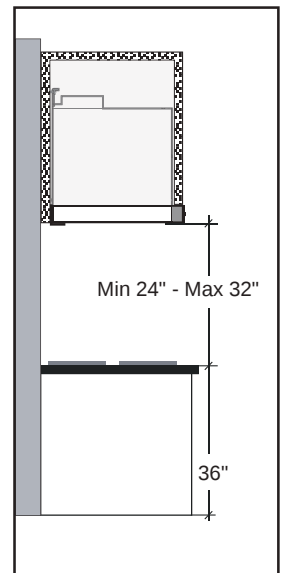
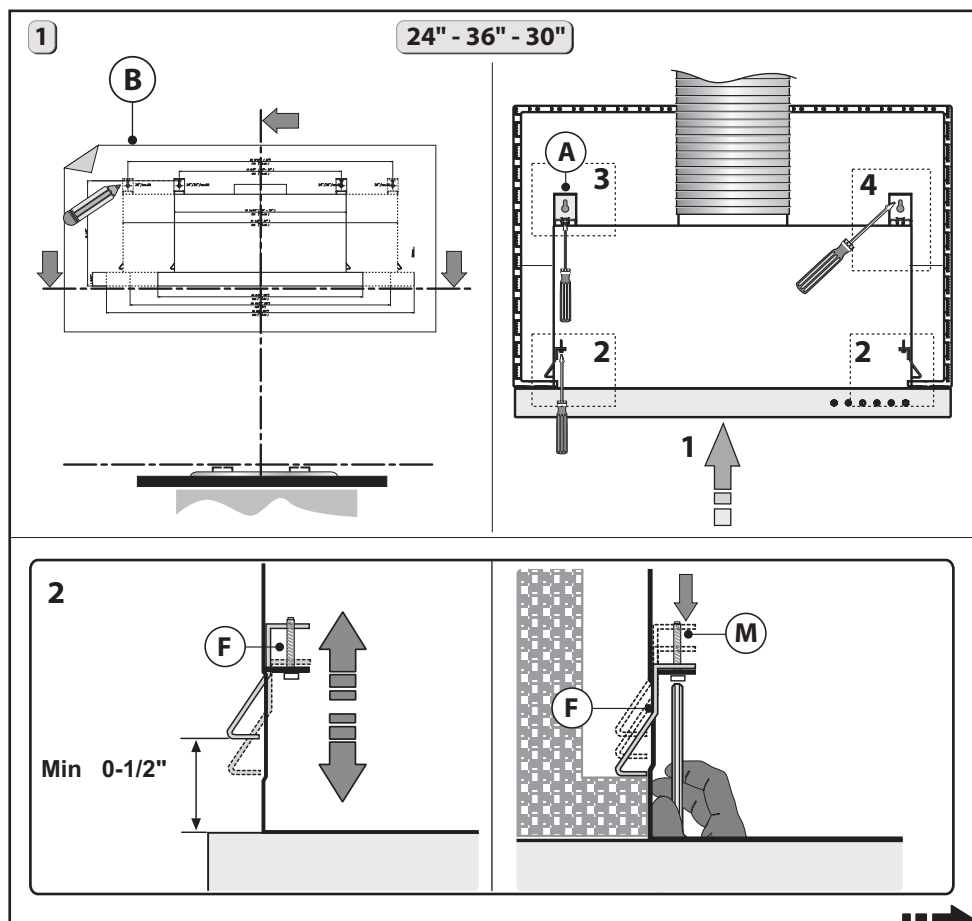

Fig.1
Fig.4
1 - Retire la clavija Y del soporte A. (La clavija Y puede desecharse). A continuación, coloque la pieza X en la ranura del soporte A, como se indica en la Fig. 4, etapa 3. Haga coincidir los tornillos C con la arandela L y fije el soporte A al armario como se indica en la Fig. 4, etapa 3.1. No apriete completamente los tornillos C para permitir que el soporte se deslice hacia adelante y hacia atrás. Coloque la plantilla B sobre el armario, teniendo en cuenta las medidas indicadas en las Figs 1 y 2 y la distancia mínima desde la superficie de cocción. Marque las referencias para fijar los soportes A al armario, como se indica en la Fig. 4.
2 - Asegúrese de que el grosor del armario está dentro de los parámetros indicados en la Fig. 4, etapa 2.
la campana al armario con el destornillador y los tornillos M correspondientes y apriételos hasta que la campana quede firmemente apoyada contra el armario (Fig. 4, etapa 2).
4 - Retire la clavija Y del soporte A. (La clavija Y puede desecharse). A continuación, coloque la pieza X en la ranura del soporte A, como se indica en la Fig. 4, etapa 3.
Después de cualquier ajuste para asegurar que el soporte toca el armario, apriete el soporte al cuerpo (Fig. 4, etapa 3.3).
Fije el tornillo D al armario como se indica en la Fig. 4, etapa 4.
Una vez que haya fijado la campana al armario, ajuste el espaciador L con los tornillos P para que el aparato quede alineado con la parte posterior del armario (Fig. 4, etapa 5).
3 - Asegúrese de que el grosor del armario está dentro de los parámetros indicados en la Fig. 4, etapa 2.
4 - Instale la campana en el armario y asegúrese de que los 2 muelles laterales F están conectados correctamente. Fije la campana al armario con el destornillador y los tornillos M correspondientes y apriételos hasta que el dispositivo quede firmemente apoyado contra el armario (Fig. 4, etapa 2).
5 - Fije la campana al estante de soporte superior como se indica en la Fig. 5, etapa 6. - Una vez que haya fijado la campana al armario, ajuste el espaciador L con los tornillos P para llenar el hueco entre la campana y la pared posterior. (Fig. 4, etapa 5).
Este modelo incluye la instalación lateral en el armario utilizando 2 soportes B (Fig. 6 además de las etapas 3 y 4, indicadas en la Fig. 4).
1 - Coloque la plantilla B sobre el armario teniendo en cuenta las medidas indicadas en las Figs 1 y 2 y la distancia mínima desde la superficie de cocción.- Marque las referencias para fijar los soportes A al armario , como se indica en la Fig. 6.
4 - Retire la clavija Y del soporte A. (La clavija puede desecharse). A continuación, coloque la pieza X en la ranura del soporte A, como se indica en la Fig. 4, etapa 3.
- Haga coincidir los tornillos C con la arandela L y fije el soporte A al armario como se indica en la Fig. 4, etapa 3.1. Procure no apretar completamente los tornillos C antes de que el soporte alcance firmemente el armario (Fig. 4, etapa 3.2). Después de cualquier ajuste, apriete el soporte al cuerpo (Fig. 4, etapa 3.3).
- Fije el tornillo D al armario como se indica en la Fig. 4 , etapa 4.
- Una vez que haya fijado la campana al armario, ajuste el espaciador L con los tornillos P para que el aparato quede alineado con la parte posterior del armario (Fig. 4, etapa 5).